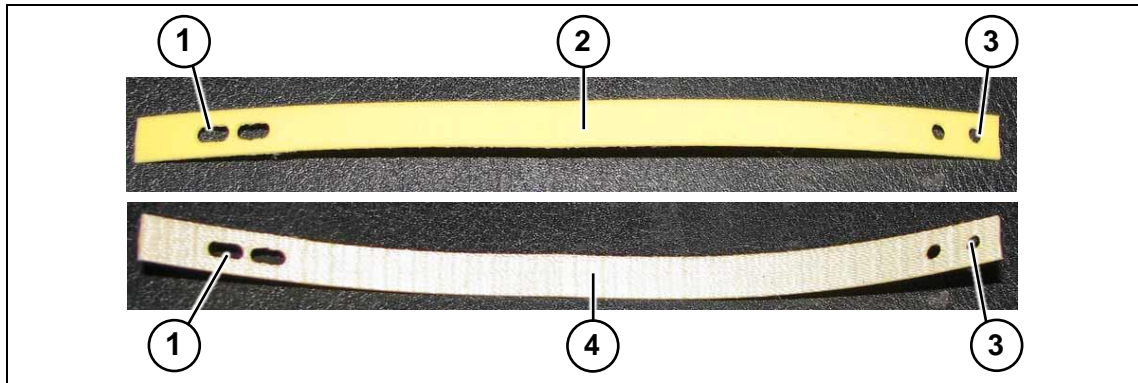
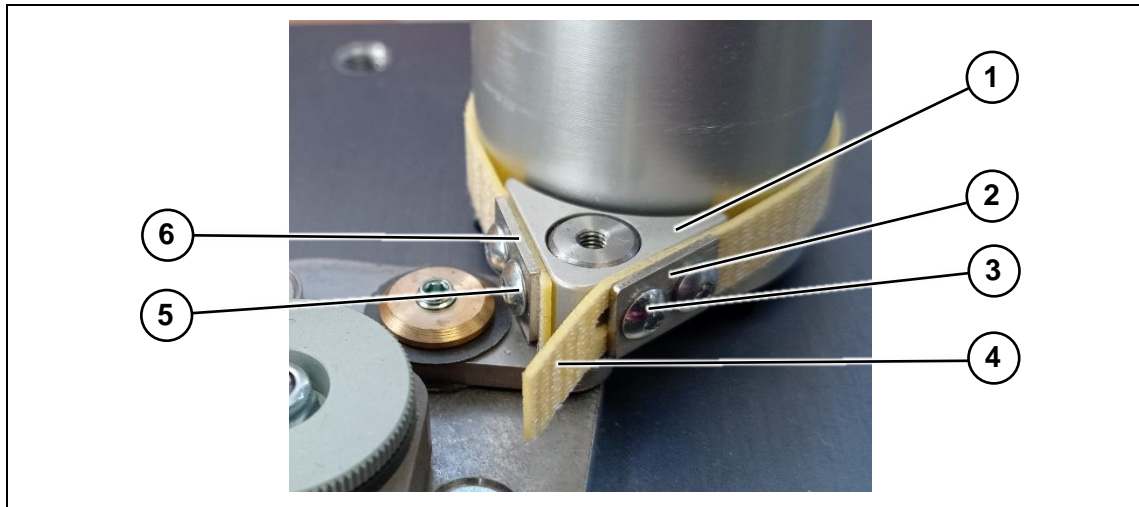

Abbildung 24 Bremsriemen
Abbildung 26 Bremsriemen - Einbau
Der Bremsriemen hat eine fein strukturierte (gelbe) Seite (Abbildung 24, Pos.2). Diese kommt nach innen zur Achse (Bremsseite). Die grob strukturierte Seite (Abbildung 24, Pos.4) kommt nach außen. Der Bremsriemen besitzt an einem Ende zwei Rundlöcher (Abbildung 24, Pos.3) und am anderen Ende zwei Langlöcher (Abbildung 24, Pos.1).
- 5 Entfernen Sie die Klemmschrauben (Abbildung 26, Pos.3 + 5) am Riemenklotz (Abbildung 26, Pos.1) und nehmen Sie die Klemmplatten (Abbildung 26, Pos.2 + 6) mit dem Bremsriemen ab.
- 6 Befestigen Sie das Ende des neuen Bremsriemens an den Rundlöchern (Abbildung 24, Pos.3) mit Hilfe der Klemmschrauben (Abbildung 26, Pos.5) zwischen Klemmplatte (Abbildung 26, Pos.6) und Riemenklotz (Abbildung 26, Pos.1). Die fein strukturierte (gelbe) Seite (Abbildung 24, Pos.2) hat Kontakt zum Riemenklotz (Abbildung 26, Pos.1).
- 8 Setzen Sie das Bremsriemenende (Abbildung 26, Pos.4) mit den Langlöchern unter der Klemmplatte (Abbildung 26, Pos.2) ein.
- 9 Montieren Sie die Klemmschrauben (Abbildung 26, Pos.3) mit der unteren Klemmplatte (Abbildung 26, Pos.2) so, dass diese noch locker sitzt.
- 10 Ziehen Sie das Bremsriemenende (Abbildung 26, Pos.4) zur Vorspannung nach außen und ziehen Sie dann die Klemmschrauben (Abbildung 26, Pos.3) der Klemmplatte (Abbildung 26, Pos.2) fest.